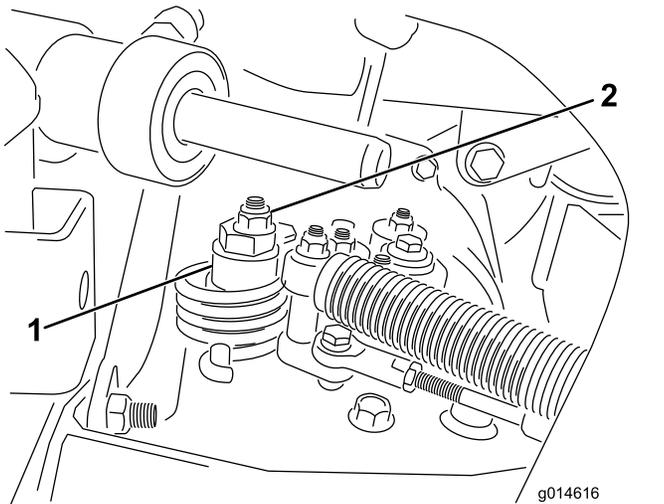

图 43
- A. 松开将偏心螺栓固定到静液压泵顶部的螺母（图 43）。
- C. 旋转偏心螺栓，直到不再出现任何方向的缓慢前移。当轮子停止旋转时，旋紧螺母，锁定偏心螺栓和调整（图 43）。将油门移至慢速和快速位置，验证调节情况。